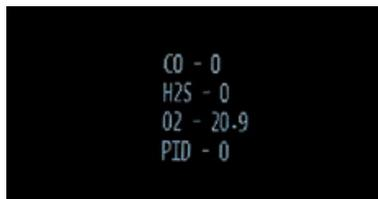

Рисунок 7В
3.4.3 Далее, если нет никаких ошибок, прибор переходит к прогреву (рисунок 7Г).